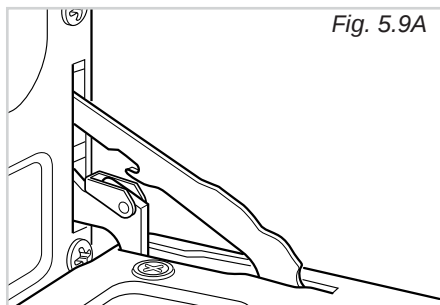

Fig. 5.9A
- Aprire completamente la porta del forno (fig. 5.9A).